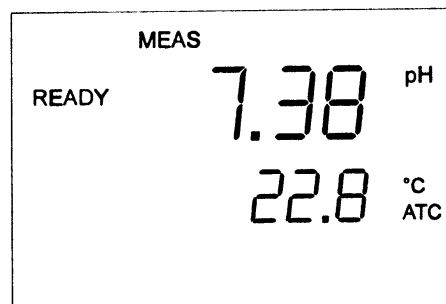

Figure 20 - READY (prêt)
5. Pour permuter entre les lectures de pH et de conductivité, appuyer sur la touche MODE. Voir figures 20 et 21.